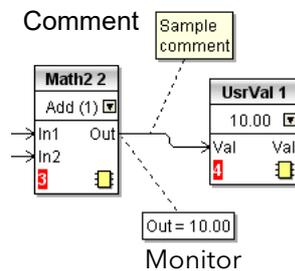

Figure 140 Commentaire et aspect du moniteur
Les commentaires peuvent être reliés aux blocs fonctions et aux connexions en cliquant sur l'icône représentant une chaîne dans le coin inférieur droit de la boîte de commentaire puis en cliquant de nouveau sur le bloc ou connexion voulus. Une ligne en pointillé est tracée jusqu'en haut du bloc ou jusqu'au segment de connexion sélectionné (Figure 140).
**Remarque :** Une fois le commentaire relié, l'icône représentant une chaîne disparaît. Elle réapparaît lorsque le curseur de la souris survole le coin inférieur droit de la boîte du commentaire, voir Figure 140.